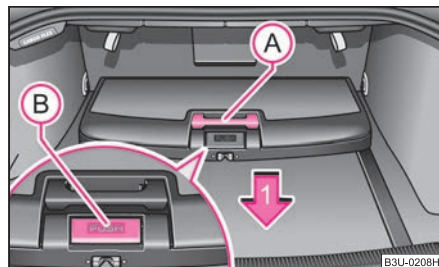
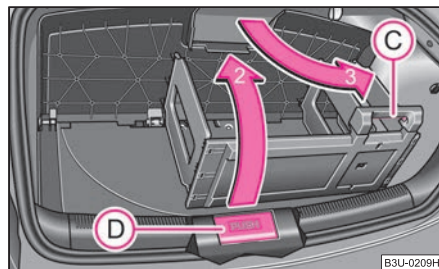

Abb. 80 Gepäckraum:
Abb. 81 Klappbox
- Drücken Sie die Bedientaste „PUSH“ (B) ⇒ Abb. 80.
- Fassen Sie am Griff (A) an und schieben die Klappbox in Pfeilrichtung 1 bis zur Sicherungsstellung an der Gepäckraum-Trennwand. Unterhalb der Bedientaste muss der Verschluss hörbar einrasten. Bei richtiger Einrastung stellt sich die Bedientaste „PUSH“ (B) in die Ausgangsstellung zurück.
- Klappen Sie den Deckel in Pfeilrichtung 2 auf ⇒ Abb. 81.
- Drücken Sie den unteren Teil des Griffes (C) und klappen Sie die Fächer in Pfeilrichtung 3 auf. Die Fächerwand muss in die Schlitze im unteren Teil der Box hörbar einrasten.
- Drücken Sie die Bedientaste „PUSH“ (D) ⇒ Abb. 81 und schieben Sie die Klappbox vorsichtig in die gesicherte Mittelstellung. Bei richtiger Einrastung wird die Bedientaste „PUSH“ (D) in die Ausgangsstellung zurückgestellt. Den freigewordenen Raum können Sie als Ablage für weitere Gepäckstücke nutzen.